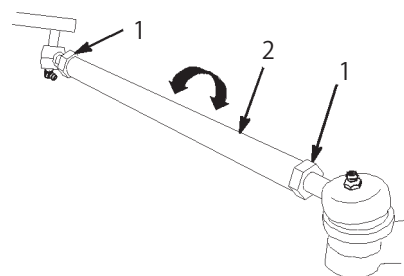

図52
5. 前後の測定値の差が所定範囲にない場合、タイロッド両端のジャム・ナットを外して調整を行う（図52）。